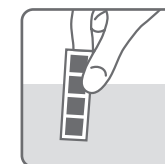

Abb. 34
- Alle Testfelder des Teststreifens 1 Sekunde lang in ein Glas mit 15–30 °C warmem Leitungswasser eintauchen (Abb. 34, nicht unter laufendes Wasser halten!).